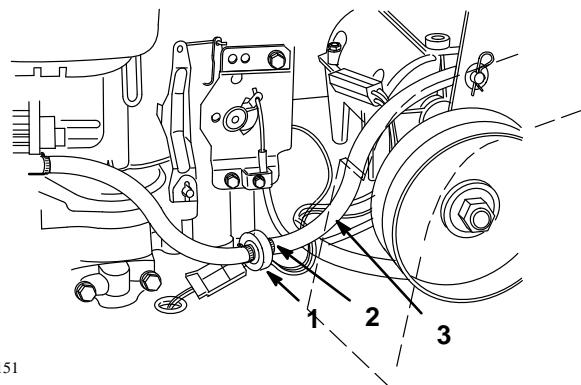

Figure 29
3. Pincer les bouts des colliers pour les faire glisser plus loin du filtre sur la conduite (Fig. 29).